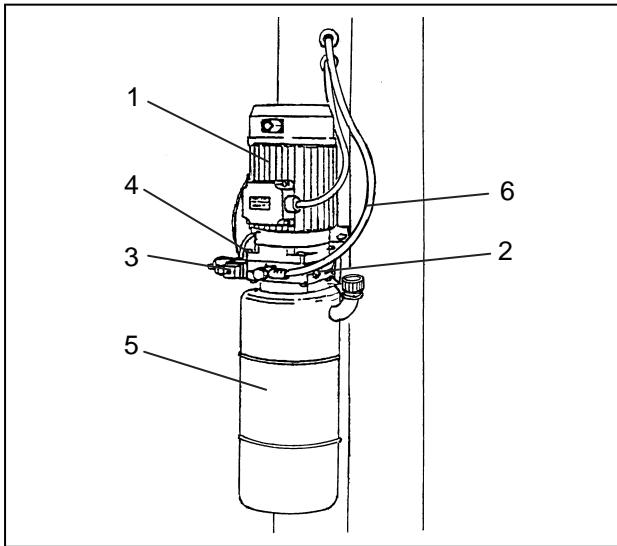

Fig.5 Centralina idraulica
- 2 cilindri idraulici (8), per il sollevamento dei carrelli, ancorati alle piastre di base della colonna.
- 1 centralina idraulica (vedi fig.5), posta sulla colonna comandata, per l'azionamento dei cilindri.
CENTRALINA IDRAULICA (Fig.5)
- 2 hydraulic cylinders (8), to lift the carriages anchored to the post basis pads.
- 1 hydraulic unit (see. fig. 5), on the command side, to set the cylinders run.
HYDRAULIC POWER UNIT (Fig.5)